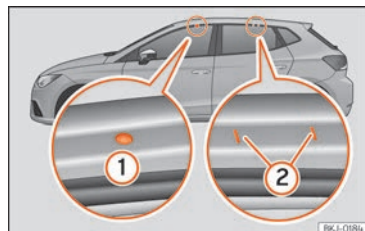

Fig. 142 Punctele de prindere pentru barele transversale pentru suportul pentru portbagajul de acoperiș
Punctele de fixare față și spate ① și ② sunt vizibile doar când ușile sunt deschise >>> fig. 142.